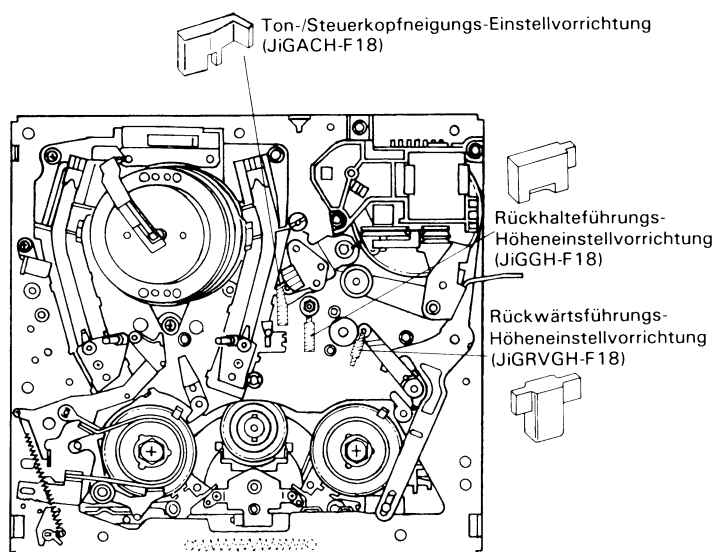

Abbildung 1-21.
8. Den Mechanismus in die Lade-Betriebsart bringen. Die Ton-/Steuerkopfneigungs-Einstellvorrichtung am Hauptchassis anbringen (siehe Abb. 1-21). Dann die Einstellschraube ⑥ mit einem Kreuzschlitzschraubendreher langsam drehen, bis zwischen der Vorrichtung und dem Ton-/Steuerkopf kein Zwischenraum mehr vorhanden ist.